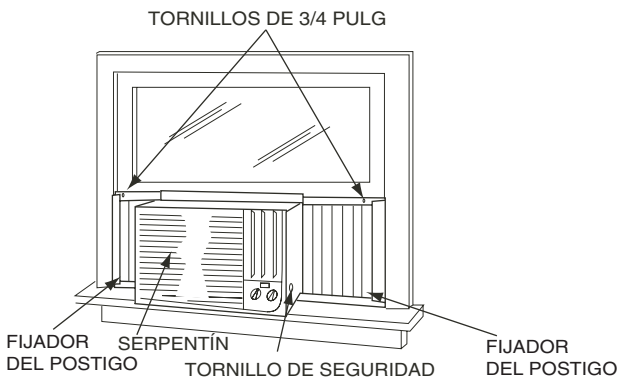

FIGURA 16 — INSTALACIÓN POSTIGO LATERAL
18. Taladre los agujeros marcados en el paso 16 con una broca de $\frac{1}{8}$ de pulgada. Cuando tenga los paneles extendidos, asegúrelos con dos tornillos de $\frac{3}{4}$ de pulg. y con los fijadores incluidos (en cada lado). Vea la Figura 16.